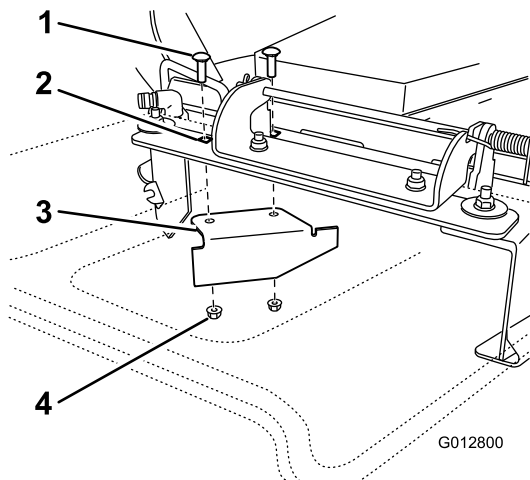

Figura 31
11. Localice el tabique en la bolsa de piezas sueltas y retire las fijaciones de los taladros traseros de la placa de descarga (Figura 31).